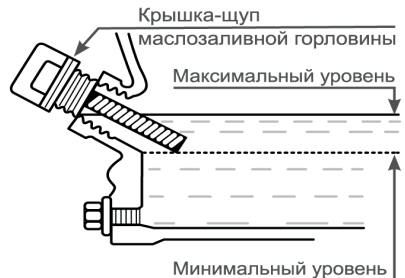

РИС. 3
- Откройте заливную горловину. Выверните крышку-щуп из маслозаливной горловины (Рис. 3).